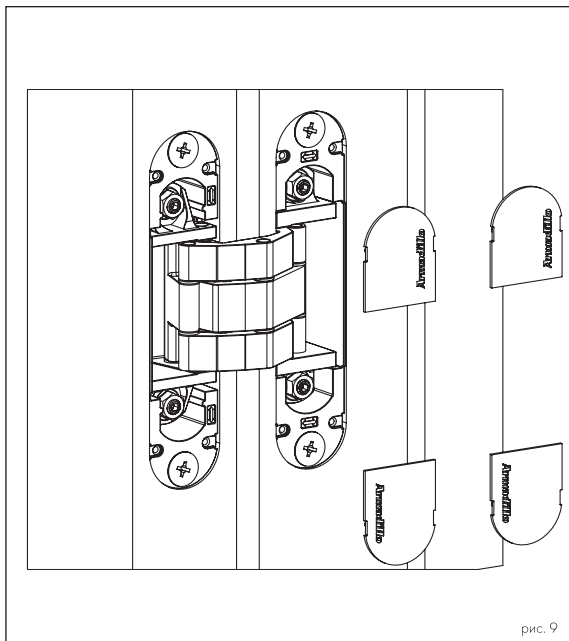

рис. 9
5. Установить декоративные накладки (см. рис. 9).